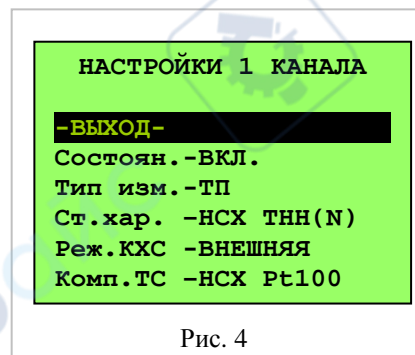

Рис. 4
2.3.3 Поля «Настройка 1 канала», «Настройка 2 канала» - вход в меню настройки канала. Рис.4. Перемещение по полям меню осуществляется при помощи кнопок «▲», «▼». Выбор – «■».